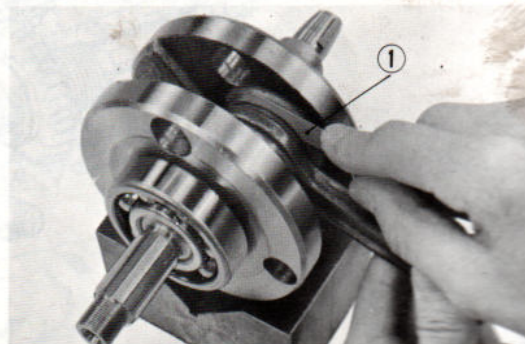

Fig. 85 Contrôle de la tête de bielle
① Comparateur ② Vé
- 2) Contrôle du jeu de tête de bielle. (Fig. 85)